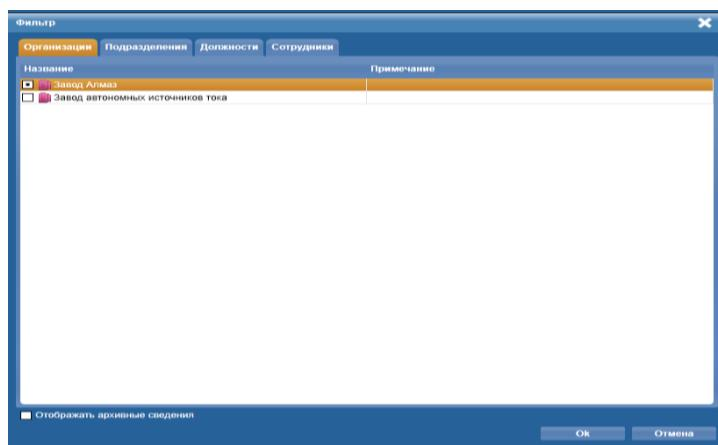

Рисунок 27. Окно **Фильтр** закладка Организации
- Закладка **Организации** содержит список организаций (Рис. 27). Закладка Организации присутствует в окнах настройки фильтров всех вкладок **Картотеки**. Нужно поставить выделения напротив названий организаций, чтобы в списке активной вкладки картотеки отображались объекты, связанные с этими организациями, и снять выделения напротив организаций, чтобы объекты, связанные с данными организациями не отображались. Чтобы при отображении объектов в форме списка картотеки настройки этой вкладки не учитывались необходимо снять все выделения.